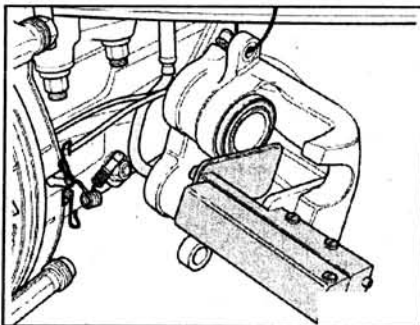

Рис. 7.22. Переместите внутрь поршень с помощью приспособления.
6. Переместите внутрь поршень с помощью приспособления (рис. 7.22).